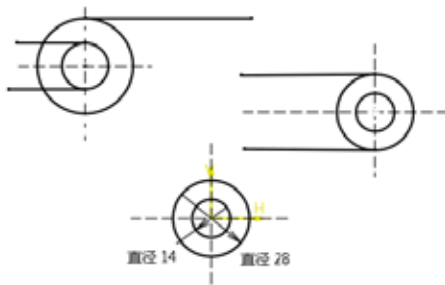

图5-51 绘制水平直线
- 04 利用【直线】命令作5条水平直线，如图5-51所示。